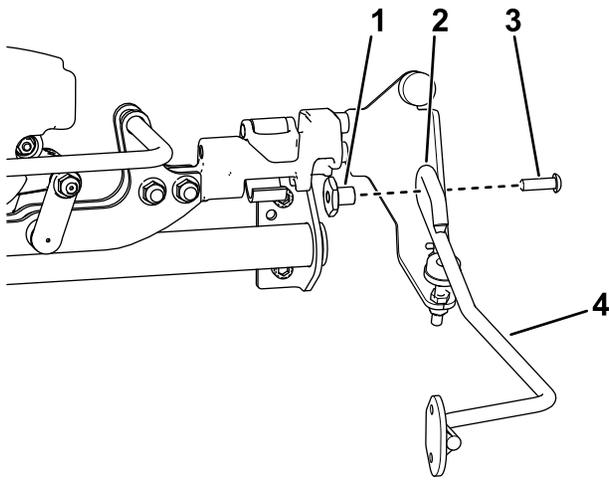

Figura 6
5. Instale una varilla de cepillo en ambos soportes con un tornillo allen (5/16" x 1") y una tuerca espaciadora (Figura 6).
Asegúrese de que la anilla soldada de la varilla del cepillo está orientada como se muestra en la Figura 6.